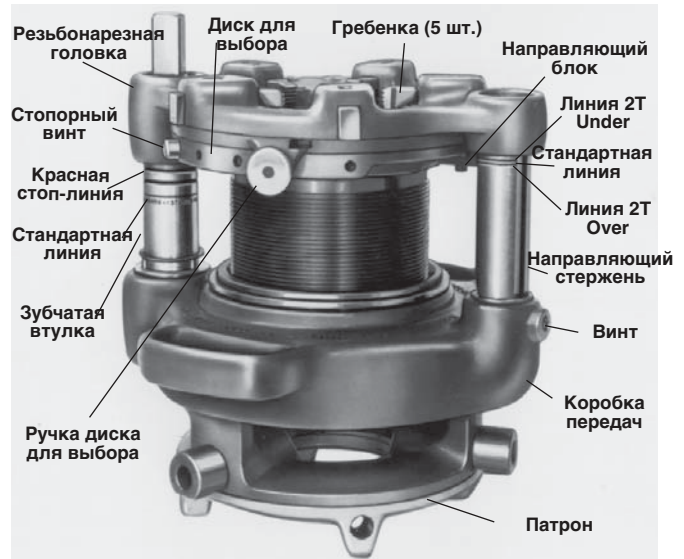

Рисунок 8 – Головка № 141 с зубчатой передачей с опорными линиями зубчатой втулки и направляющего стержня (то же в случае с головкой № 161)
Возьмитесь за патрон и поверните квадратный конец приводного вала или поверните коробку передач вручную до соответствующих опорных линий на направляющем стержне (рисунок 8).
(Рисунок 8)
- Выкрутите стопорный винт (рисунок 8) из диска для выбора.
- Потяните ручки (рисунок 8) и вращайте дисковый кулачок до отметки CD наверху винторезного патрона.
- Снимите набор изношенных гребенок (рисунок 8) и вставьте новый набор гребенок.